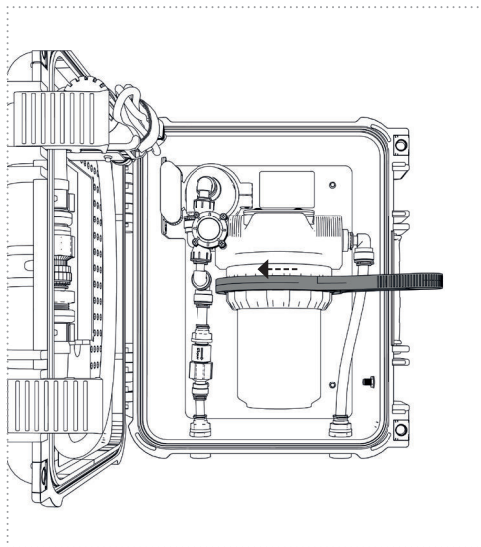

Figure 34
2. Desserrez le boîtier du filtre avec la clé de filtre et dévissez-le à la main (Fig. 34)